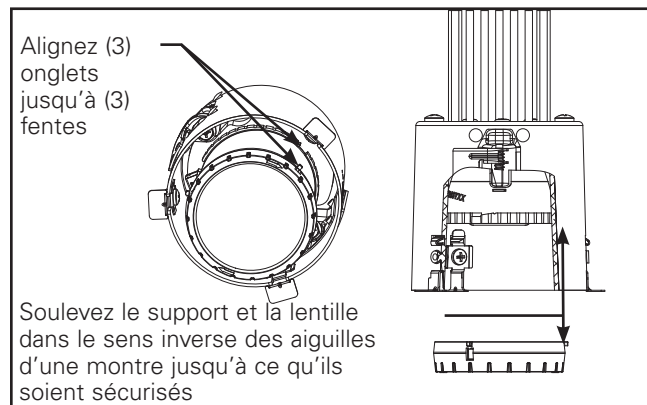

Figure 6
9. Si une lentille de mise au point douce est souhaitée, utilisez la trousse d'accessoires fournie, voir la figure 6 pour l'installation.